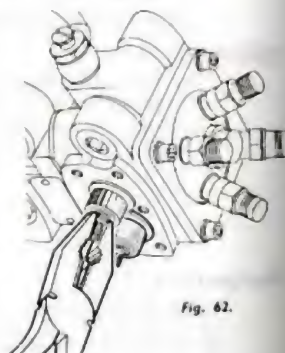

Fig. 62.
- Rechercher la position d'ouverture maxi du tiroir de réglage de vitesse en tournant l'axe (partant de la position de montage) dans le sens des aiguilles d'une montre jusqu'à la coupure du débit ; repérer la position. Tourner en sens inverse jusqu'à obtenir une nouvelle coupure et revenir au milieu de ces deux repères extrêmes (fig. 62).